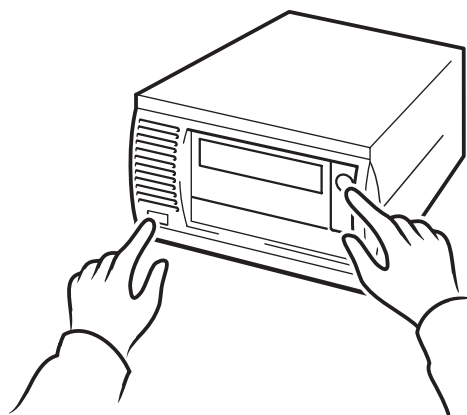
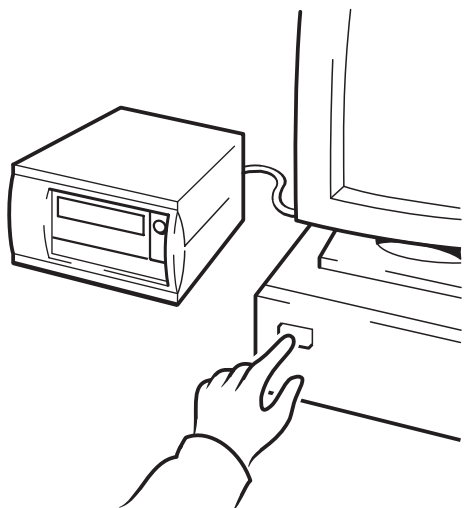

Figure 10b: using HP OBDR, step 2
Figure 10c: using HP OBDR, step 3
- 2 イジェクト・ボタンを押し、イジェクト・ボタンを押さえたままで テープドライブに電源を入れます（図 10b を参照）そしてサーバーのスイッチを入れます（図 10c 参照）。これで、HP OBDR プロセスがアクティブになります。OBDR シーケンスでフロント・パネルにある実行可能 LED が点滅したらすぐにボタンを離します。これは、点滅と点灯を繰り返すパターンです。